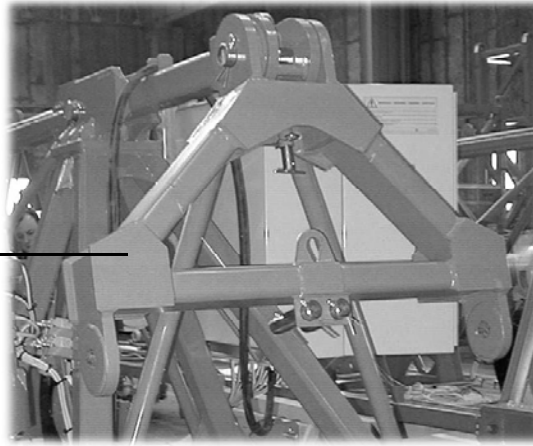
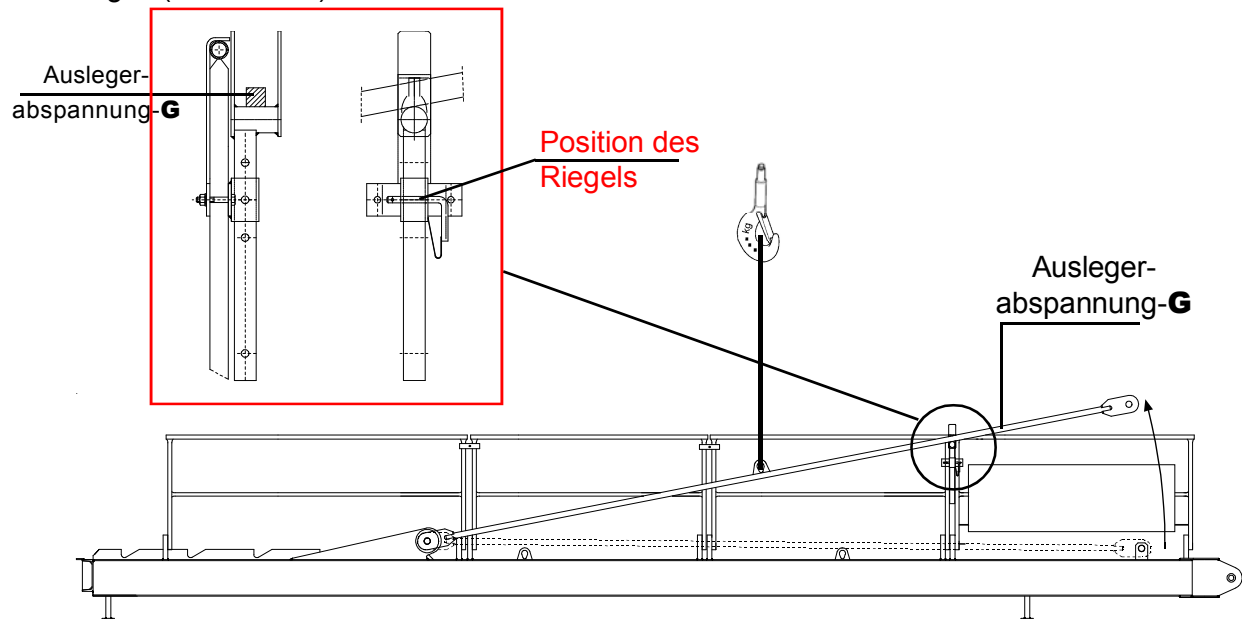
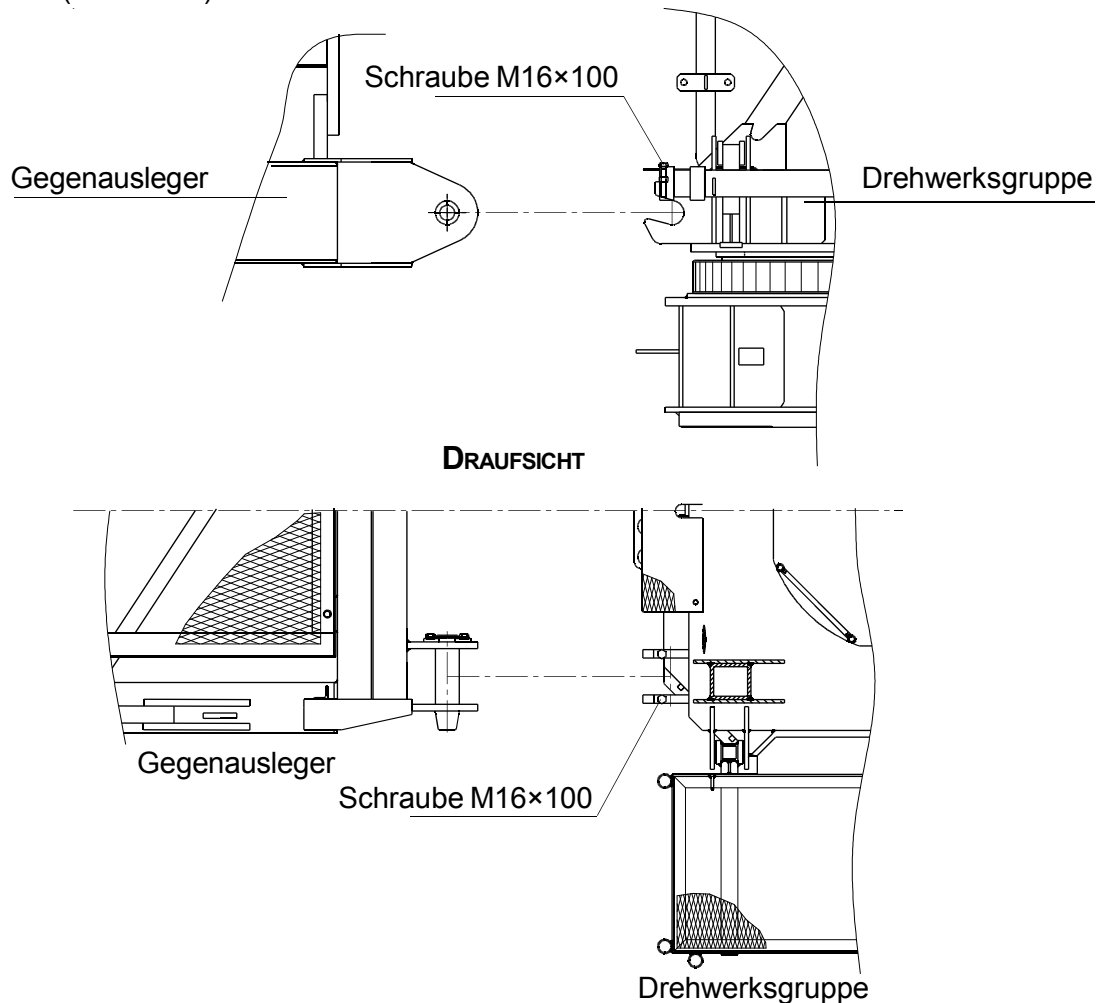
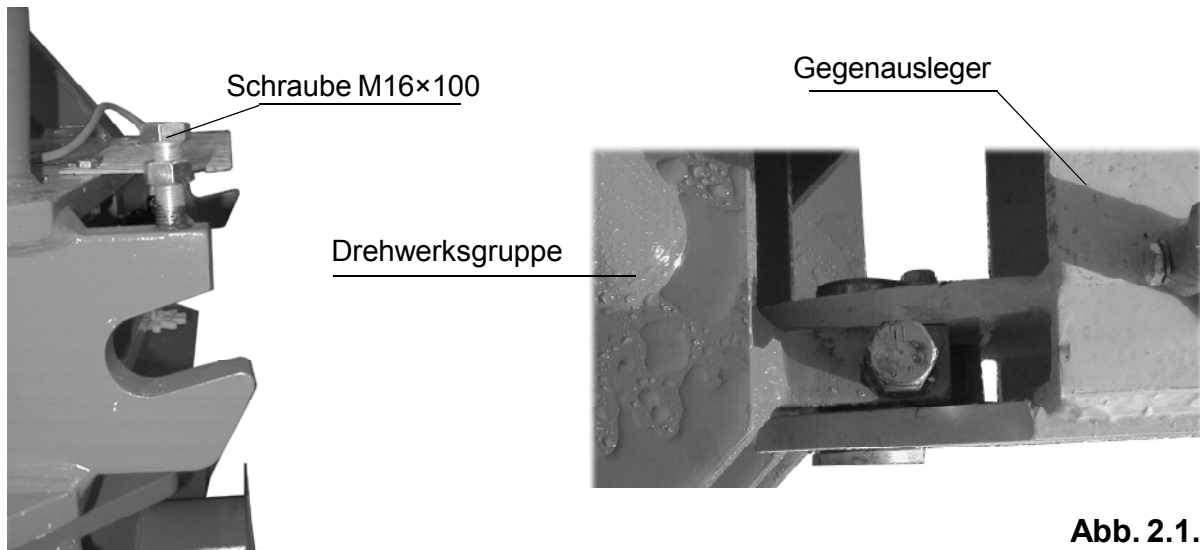

Abb. 2.1.5
Abb. 2.1.21
Abb. 2.1.23
Abb. 2.1.31
Während des Transports befindet sich die Abspannung-**C** in der in Abb. 2.1.5 gezeigten Position und der Sicherungsstift S30×205 in Position (1) (Abb. 2.1.6).
- 3) Die Auslegerabspannung-**G** anschlagen und so weit anheben, bis sie sich in die Halterungen einfügen (Abb. 2.1.21)
- 5) Den Gegenausleger in den entsprechenden Sitz (Abb. 2.1.23) einführen und dabei die Auslegerabspannungen-**G** (Abb. 2.1.21) auf die Auslegerabspannung-**C** der Drehwerksgruppe ausrichten (Abb. 2.1.5).
8) Die Montage des Gegenauslegers an der Drehwerksgruppe durch Festziehen der M16×100 Schrauben und M16 Muttern an den unteren Verankerungen des Drehwerks abschließen (Abb. 2.1.23).
- 3) Den Gegenausleger in den entsprechenden Sitz (Abb. 2.1.31) einführen und dabei die Auslegerabspannungen-**G** (Abb. 2.1.21) auf die Auslegerabspannung-**C** der Drehwerksgruppe ausrichten (Abb. 2.1.5).
- 6) Die Montage des Gegenauslegers an der Drehwerksgruppe durch Festziehen der M16×100 Schrauben und M16 Muttern an den unteren Verankerungen des Drehwerks abschließen (Abb. 2.1.31).